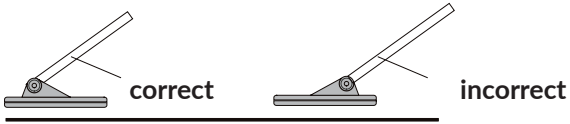

Fig. 3
4. Desserrez les écrous aux deux extrémités de la sonde de recherche et ajustez cette dernière pour qu'elle soit parallèle au sol. Veillez à ne pas vous tromper dans la direction de la sonde de recherche (voir figure 3).